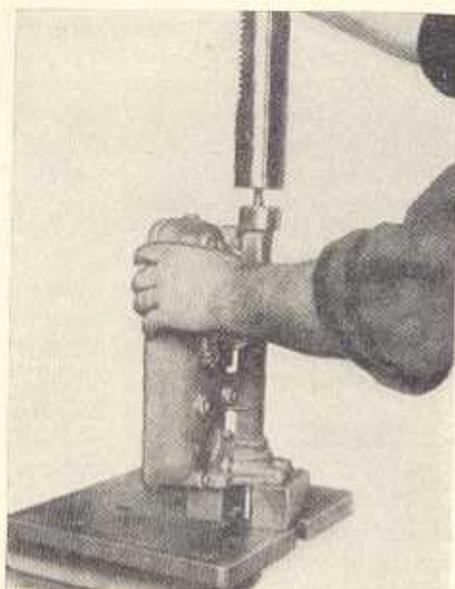

Bild M 29
7. Herausdrücken des pumpenseitigen Kugellagers mit Handhebelpresse durch Druck auf die Lüfterwelle (Bild M 29). Herausnehmen der Scheibe.